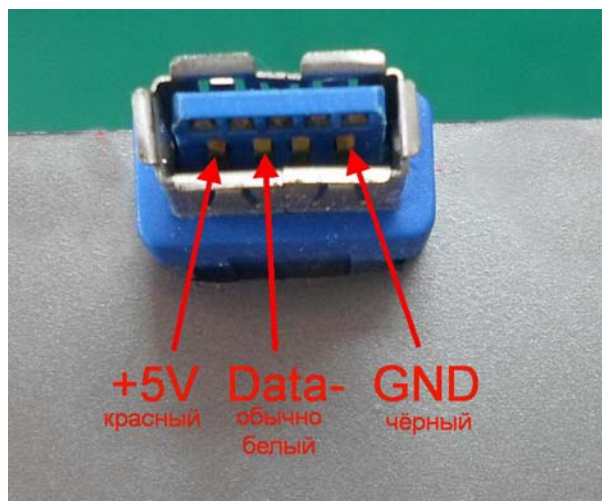

Рис. 4.2.
2. Подготовьте проводники от контактов, указанных на рис. 4.2 для подключения к гребенке контроллера.